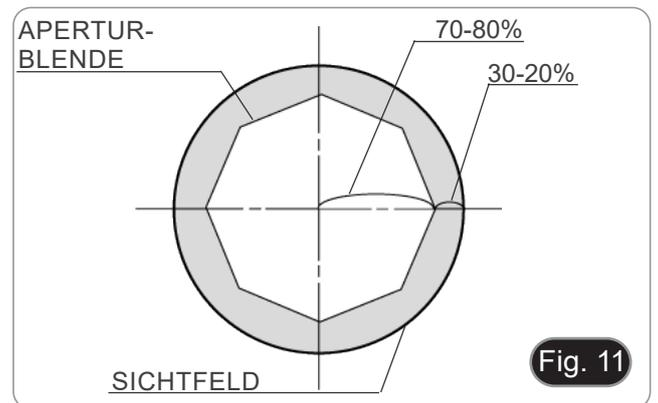

Fig. 11
- Für Proben mit niedrigem Kontrast stellen Sie den Wert der numerischen Apertur auf etwa 70%-80% des A.N. des Objektivs ein. Falls erforderlich, entfernen Sie ein Okular und stellen Sie den Kondensatorring mit Blick in den leeren Okularhalter ein, bis Sie ein Bild wie in Fig. 11 erhalten.